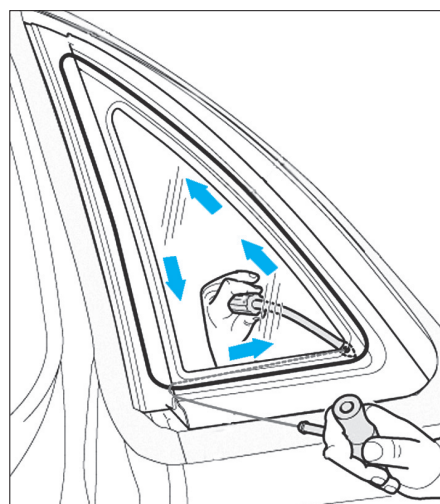

FIG. 2
- Découper complètement le cordon de colle suivant le cheminement (Fig.2).